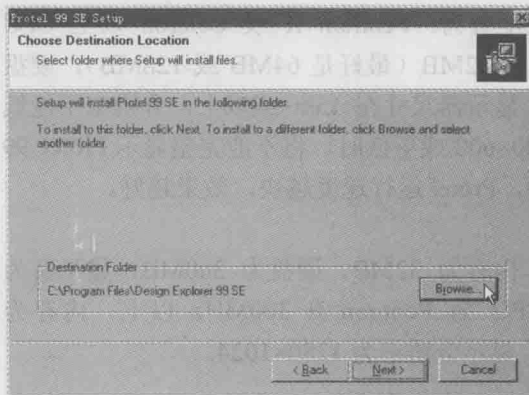
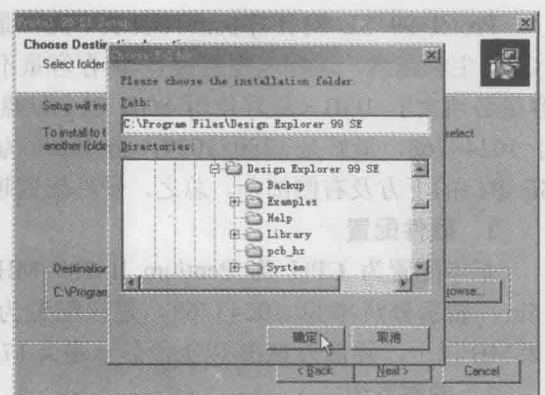

图 1-3 安装路径选择对话框
图 1-4 修改安装路径对话框
3) 输入完成后, 单击“Next”按钮, 进入安装路径选择对话框, 如图 1-3 所示。窗口中会提示当前的安装路径, 可以单击“Browse”按钮进行修改安装路径, 如图 1-4 所示。